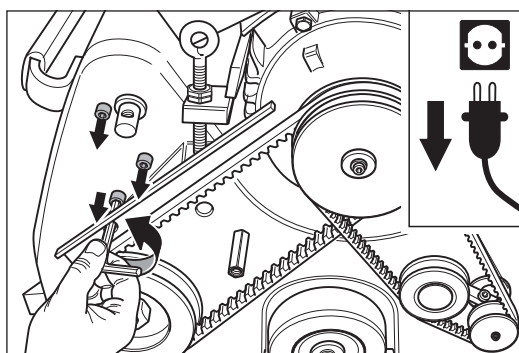

Abb. 62 Das Aggregat festhalten und gleichzeitig die drei Befestigungsschrauben des Aggregats entfernen.
- 8 Halten Sie mit einer Hand das Aggregat fest und entfernen Sie **gleichzeitig** mit der anderen Hand die drei Befestigungsschrauben des Aggregats (Abb. 62). So kann das Aggregat nicht auf die Schleifwalze fallen.